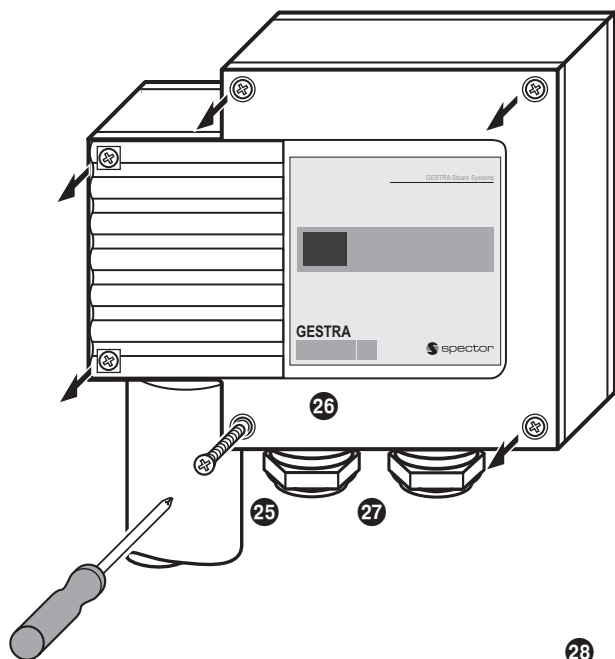

Fig. 10
1. Deckelschrauben 25 lösen, Gehäusedeckel 26 abnehmen. **Fig. 10**
1. Deckelschrauben **25** lösen, Gehäusedeckel **26** abnehmen. **Fig. 10**